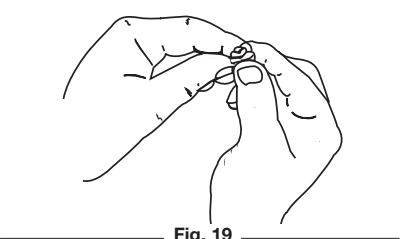

Fig. 19
5. Exprima el filtro para esparcir y eliminar el exceso de aceite (Fig. 19).